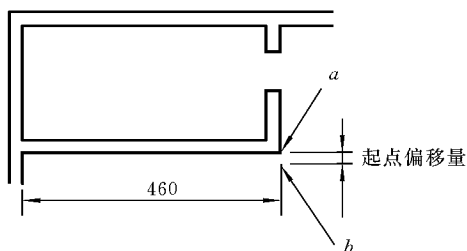

图 6.9 “起点偏移量”示例
② 起点偏移量:实际在图中单击确定的尺寸界线的起点(见图 6.9 所示点 a)与显示的尺寸界线的起点(见图 6.9 所示点 b)之间的距离,如图 6.9 所示。